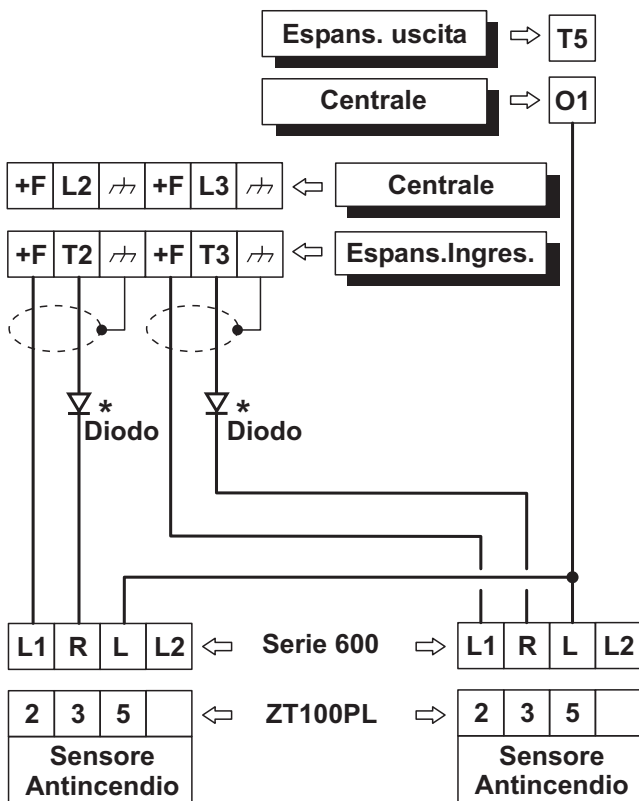

Figura 13 Collegamento di 2 sensori antincendio a Zone con Bilanciamento Normalmente Aperto (* Solo con la serie 600).
- collegare le uscite di ripetizione allarme dei sensori antincendio [R]/[3] ad una Zona di Ingresso programmata come **Incendio (Normalmente Aperta e 24h)**, inserendo un diodo in serie (solo per la serie 600), come mostrato in Figura 13. Il positivo per l'alimentazione dei sensori [L1]/[2] deve essere collegato al morsetto [+F], mentre il negativo [L]/[5] va collegato ad un'uscita open-collector;